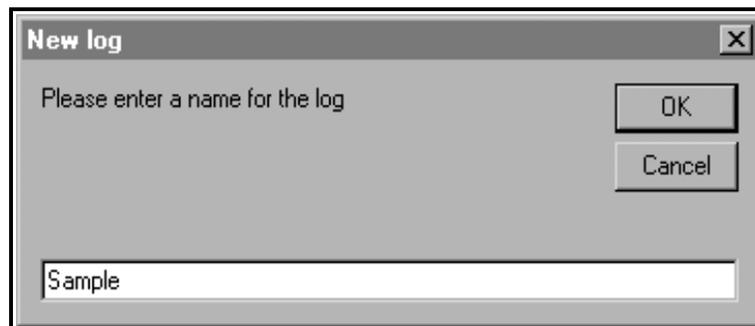

Figure 17 : Boîte de dialogue Nom du journal
5. Entrez un *nom du fichier* de journal (« Échantillon » dans ce cas) dans la boîte de dialogue illustrée à la Figure 17. Cliquez sur le bouton d'option [OK].